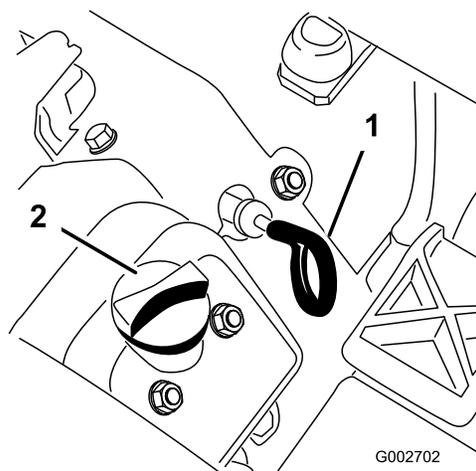

Figure 10
3. Sortez la jauge (Figure 10) et essuyez-la sur un chiffon propre. Remettez la jauge dans le tube en vérifiant qu'elle est enfoncée au maximum. Sortez la jauge du tube et vérifiez le niveau d'huile. Si le niveau est trop bas, retirez le bouchon de remplissage du couvre-culasse et ajoutez la quantité d'huile nécessaire pour amener le niveau au repère maximum de la jauge.